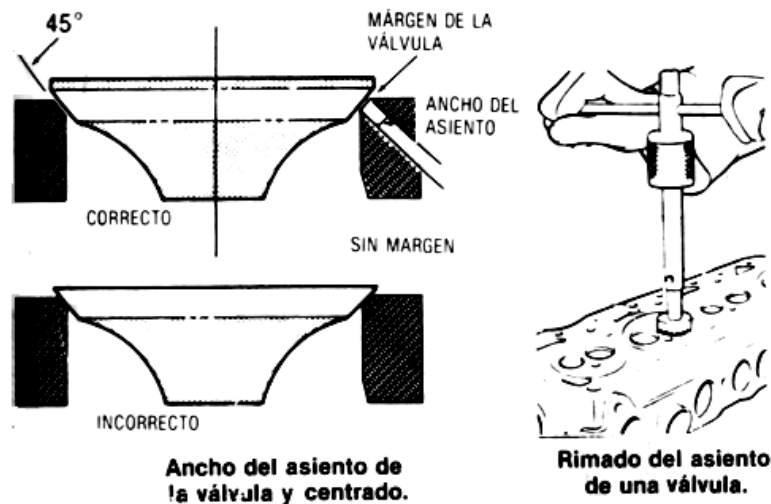

Fig. 3.18 Rectificado de las superficies de asiento de las válvulas
8. Rectificado de las superficies de asiento de las válvulas: seleccione una rima de ángulo de asiento correcto, ligeramente mayor que el diámetro del asiento de la válvula, y ensámblela con un piloto en la guía de la válvula y aplicando presión uniforme, gire la rima en el sentido de las manecillas del reloj (Ver Fig. 3.18). Quite solo el material necesario para limpiar el asiento y compruebe la concentricidad del asiento.